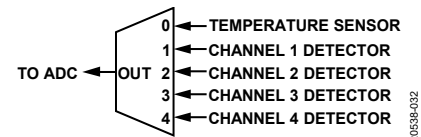

図 27. ADC 入力マルチプレクサのマッピング
マルチプレクサのマッピングは、MUX_SEL ビット（レジスタ 0x04A のビット [3:1]）により設定できます。マルチプレクサには、0~4 の 5 つの有効な状態があります。図 27に、マルチプレクサのマッピングを示します。
- ビット 1～ビット 3 : MUX_SEL（読出し／書込み）。図 27 に示すように、これらのビットによって ADC 入力を選択します。